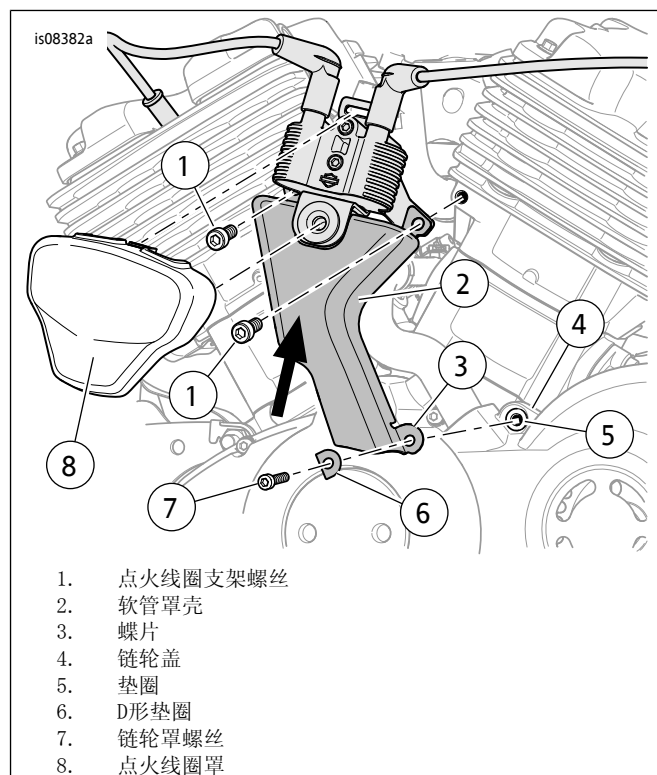

图1。软管罩壳
1. 参见图1。拆下输出链轮罩螺丝(7)和垫圈(5)。从螺丝